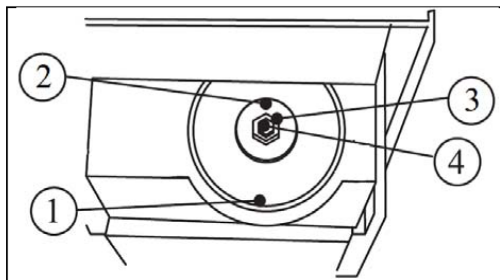

Рис. 5
2. Открутите прижимную гайку (3) шпинделя (4), используя ключ фиксации шпинделя и гаечный ключ. Снимите наружный фланец (2) (Рис. 5).
3. Установите на внутренний фланец шпиндель алмазный диск (1) (Рис. 5). Стрелки направления вращения на диске должны соответствовать направлению стрелки на защитном кожухе.